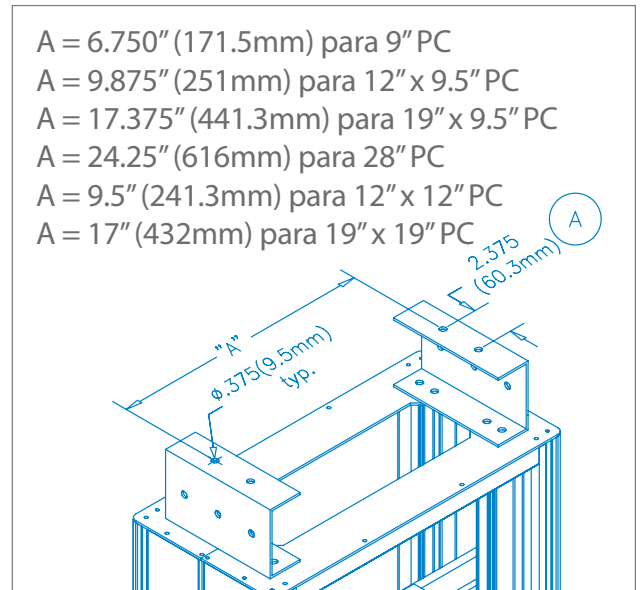
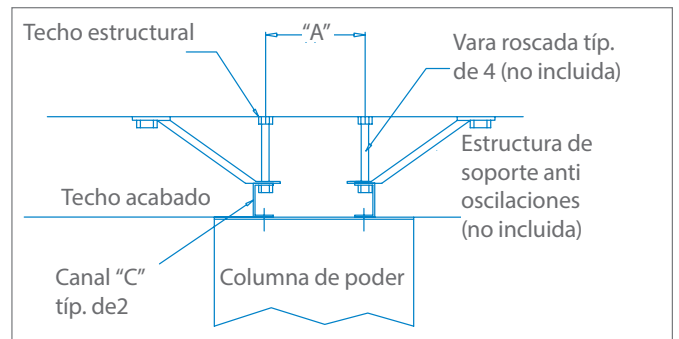

Figura 2
Figura 3
4. El soporte (s) estructural y hardware para conectar a la columna Amico deben ser provistos e instalados por otros profesionales (ver figura 3). Amico proporciona 2 canales "c" conectados a la columna para acoplarse con este soporte estructural (ver figura 2).